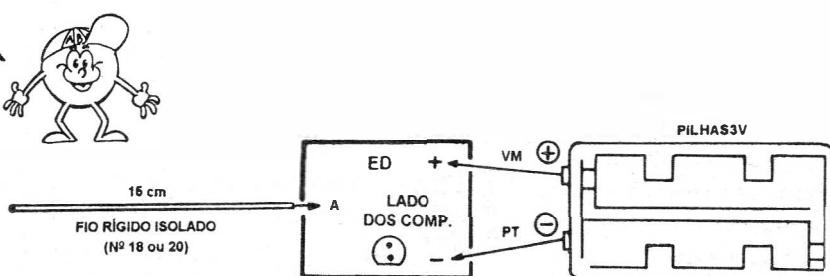

FIG. 5
- FIG. 5 - “CONEXÕES EXTERNAS À PLACA - Também super-simples (como o próprio circuito...), basta aproveitar as ilhas periféricas já mencionadas no item anterior, e referenciar as ligações pela ilustração (que ainda mostra a plaquinha pelo lado não cobreado...). Observar a polaridade da alimentação, sempre com o fio vermelho do suporte de pilhas correspondendo ao **positivo** e o fio preto ao **negativo**. Quanto à “antena”, o pedaço de fio rígido isolado pode ser, numa das suas extremidades, ligado diretamente à placa, bastando para isso “desencapar” cerca de 1 cm. (remover o isolamento) na referida ponta do condutor. Como o circuito é (propositadamente) **muito** sensível, mas ainda se recomenda a velha “ladinha”: manter toda a fiação (no caso apenas os cabos que vão ao suporte de pilhas) tãocurta quanto possível, sem “penduricalhos”...
(em termos energéticos...) “insistam” em dotar o circuito de um interruptor geral... Pode colocá-lo, se quiserem, intercalando-o no fio do **positivo** (vermelho) da alimentação (rever fig. 5).